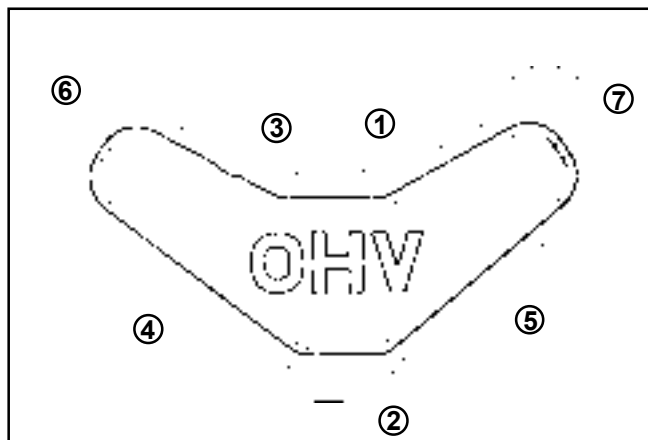

Figure 10-41. Séquence de serrage du couvercle de soupape.
3. Serrer les vis du couvercle à un couple de **11,0 Nm (95 in. lb.)** si les trous sont neufs ou à un couple de **7,5 Nm (65 in. lb.)** si les trous ont déjà été utilisés, selon la séquence montrée à la Figure 10-41.